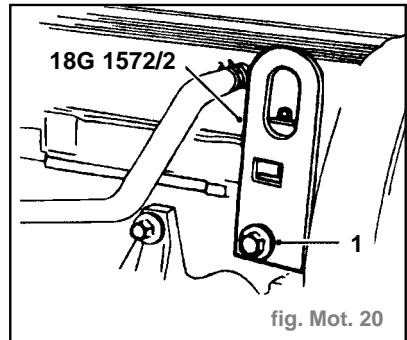

fig. Mot. 20
- Installer le support de levage outil 18G 1572/2 sur la culasse. Poser les boulons et les serrer à 0,9 daN.m (1) (fig. Mot. 20).